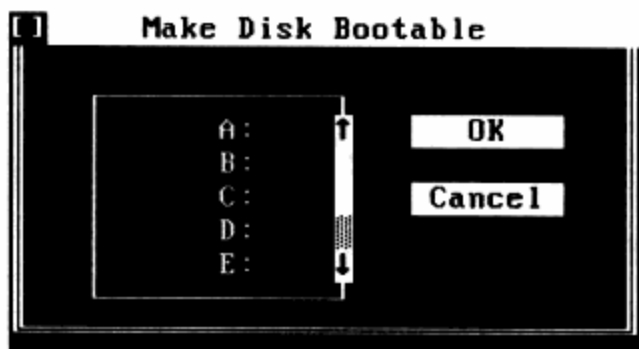

图14-4 选择生成引导盘的盘符
**步骤 03** 按Enter键后，屏幕上还会出现一个选择盘符的小菜单（如图14-4所示），可选中一个需要生成系统盘的盘符，如C:，然后选择OK按钮后，再按Enter键。